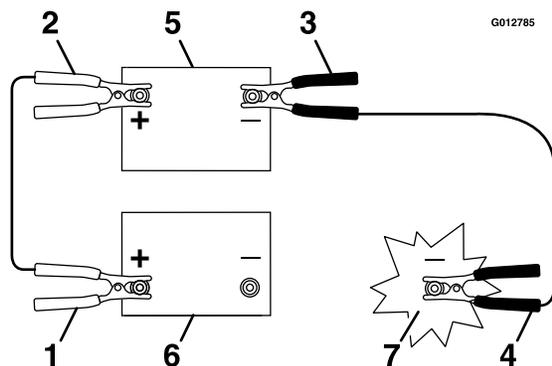

Figure 53
4. Connectez le câble positif (+) à la borne positive (+) de la batterie à plat qui est reliée au démarreur ou au solénoïde, comme montré à la Figure 53.